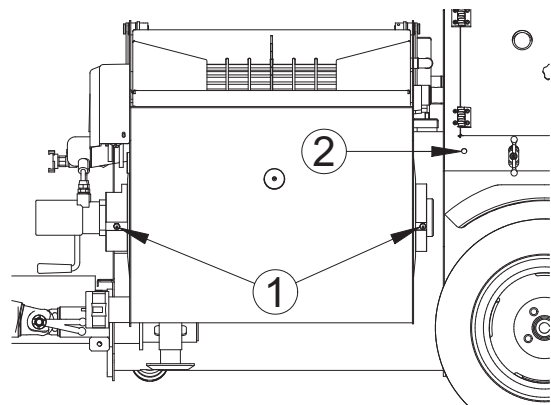

Fig. 13
los dos soportes del eje del mezclador (fig. 13, ref. 1) y el soporte del agitador a través del engrasador indicado en la fig. 14, ref. 2.